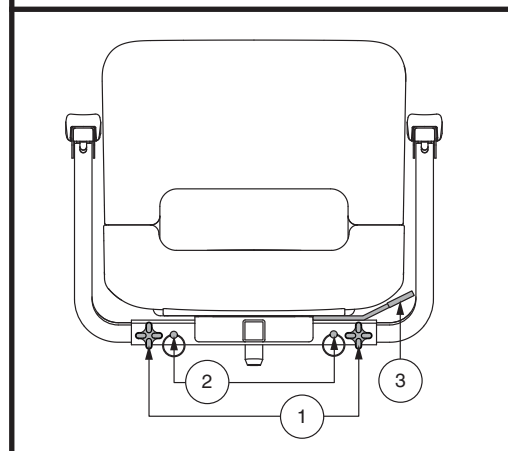

Figura 15. Regolazioni del sedile - Stile A
1. Allentare le manopole di regolazione del bracciolo. **Vedere figura 15.**